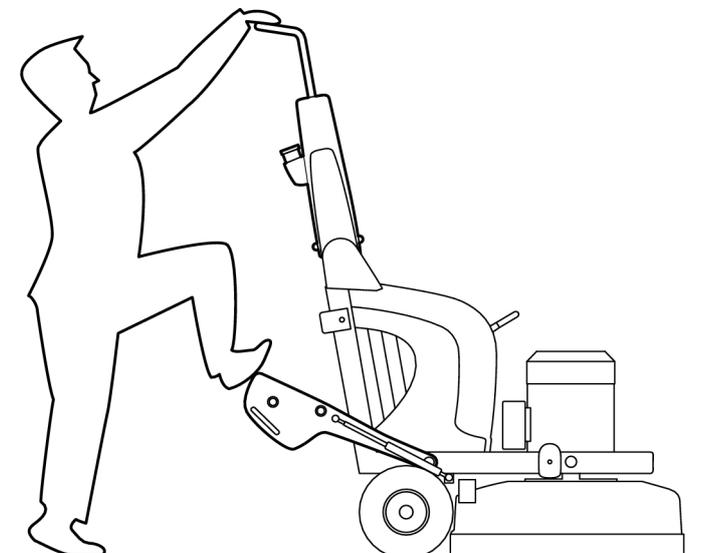

Figura 4-9. Piede sul peso
2. Ripiegare i pesi all'indietro e appoggiare un piede contro uno di essi, vedere Figura 4-9, pagina 21.